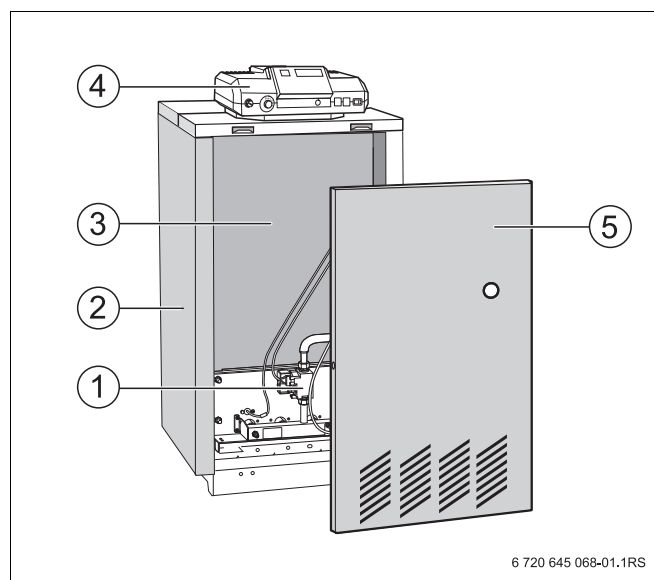

Рис. 1 Специальный газовый отопительный котел Logano G234 WS
Специальный газовый отопительный котел Logano G234 WS (Рис. 1) оснащен на заводе газовой горелкой.
- Котловой блок с теплоизоляцией (Рис. 1, поз. 3) и газовой горелкой (Рис. 1, поз. 1).
- Обшивка (Рис. 1, поз. 2) и передняя стенка котла (Рис. 1, поз. 5).
- Система управления (Рис. 1, поз. 4).